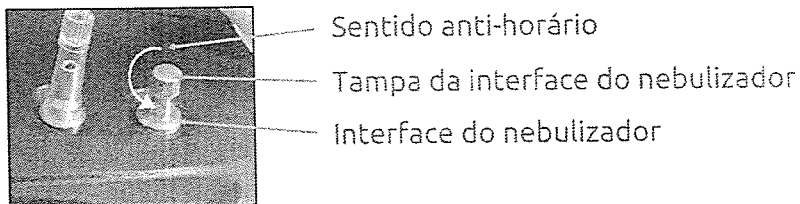

Figura 6: Interface do nebulizador
- Desconecte a tampa do nebulizador na interface do nebulizador. (Figura 6)